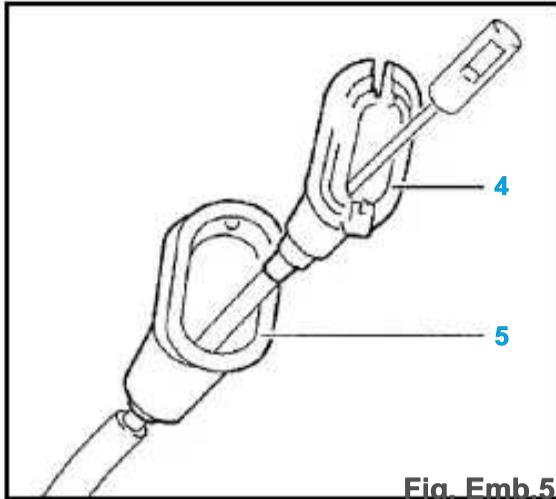
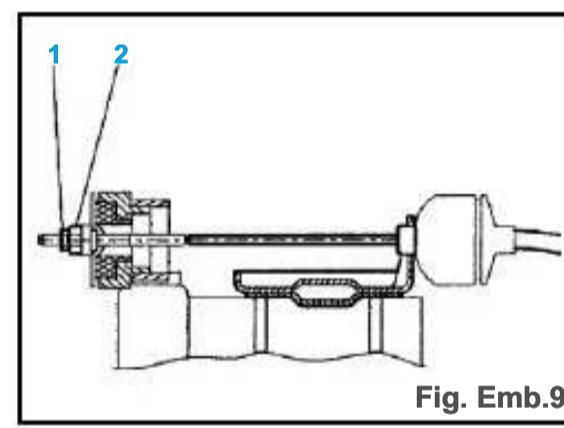

Fig. Emb.5
Fig. Emb.9
- aflojar el cable aflojando las tuercas de ajuste (1) (Fig.. Emb 9).
- Desenganchar la palanca de cable de embrague y el apoyo en la transmisión (2).
- Colocación del protector de caucho (5) En el soporte de cable (4) (Fig.. Emb 5).
- aflojar contra la tuerca (1) (Fig.. Emb 9).
- Para la obtención de un funcionamiento de acuerdo con el valor especificado, aflojar o apretar la tuerca (2).
- Apretar contra la tuerca (1).